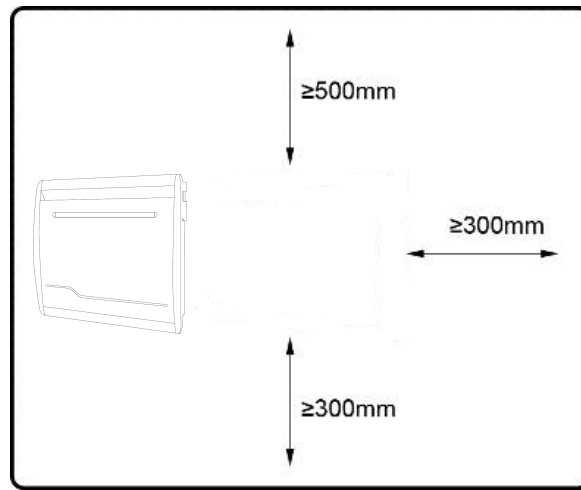

Fig. 1
1/ Déterminez l'emplacement adéquat (Fig. 1)
- Respectez les distances minimums entre l'appareil et les murs, le sol, les meubles, les rideaux, etc. (comme demandé dans la Fig. 1).